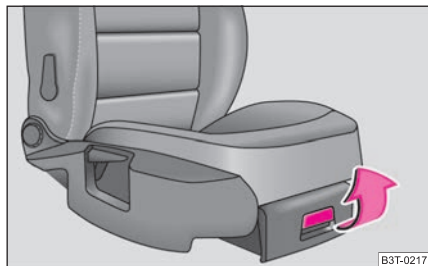

Abb. 98 Beifahrersitz: Ablagefach
- Zum Öffnen der Klappe Verschluss ankippen und Klappe aufziehen ⇒ Abb. 98.